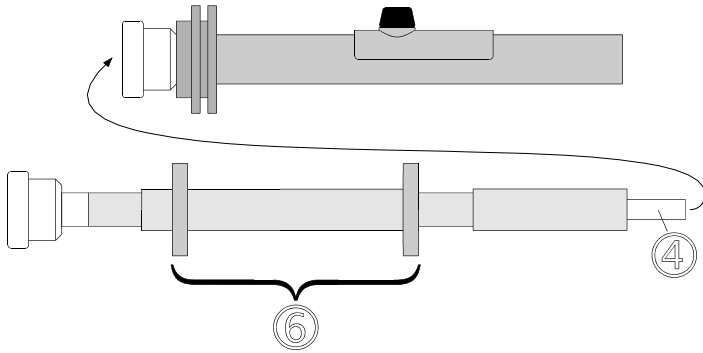

Fig. 4.3.a
Verlengstangen worden met elkaar verbonden door ze in elkaar te schroeven. U gebruikt hierbij geen geleidebuis. (② and ③ in Fig. 4.3.b). De verlengstang ② verbonden met de geleidestang ① vereist slechts het gebruik van een geleidebuis ④. De geleidebuis wordt hierbij slechts in de verlengstang geschroefd en kan eenvoudig vervangen worden.